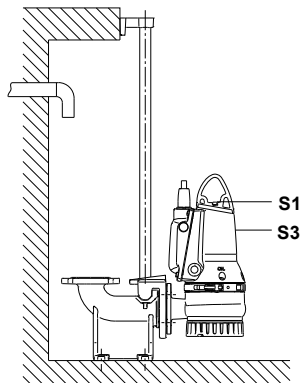
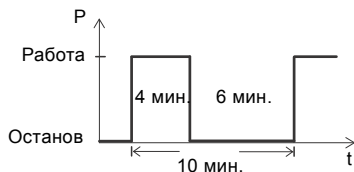
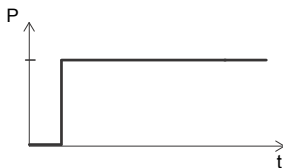

Рис. 11 Уровни рабочих режимов
Рис. 12 Режим работы S3
Рис. 13 Режим работы S1
- **Периодическая эксплуатация, S3:** Электроника насоса в надлежщее время автоматически останавливает насос. Режим работы S3 подразумевает, что за период 10 минут насос должен эксплуатироваться в течение 4 минут с остановом на 6 минут. См. рис. 12. В данном режиме насос частично погружён в перекачиваемую среду, т.е. уровень жидкости достигает минимум середины двигателя. См. рис. 11.
- **Непрерывная эксплуатация, S1:** В данном режиме насос может работать непрерывно без остановки для охлаждения. См. рис. 13. При полном погружении насос достаточно охлаждается окружающей перекачиваемой средой. См. рис. 11.